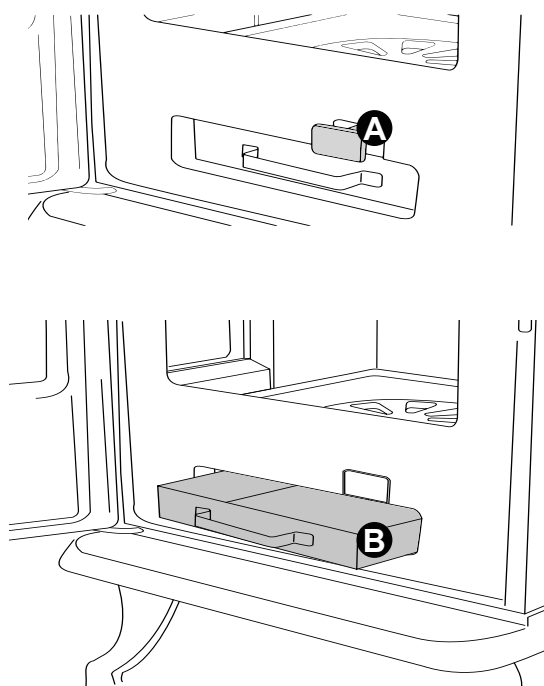

Figure 2
Le cendrier est accessible en ouvrant la porte (voir Figure 2). Ouvrez la grille du cendrier avec le levier (A) et faites tomber les cendres dans le cendrier. Retirez le cendrier (B) et videz le dans un récipient non-inflammable.